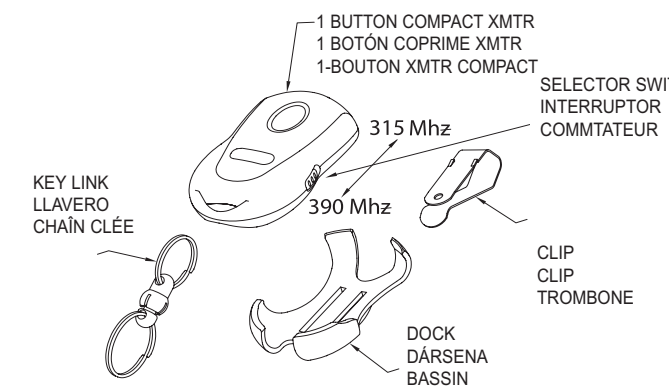

Fig. 2
Étape 5-1 Remplacement de pile **Fig. 2**
Le récepteur dans le powerhead peut recevoir des signaux à 315 et 390 MHz, L'éloigné est la série d'usine à 315 MHz, Voir la figure 2 pour la commutateur de selector de fréquence.